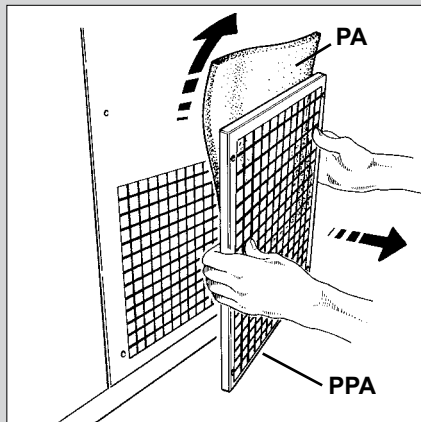

Рис. 41
- Извлеките сетку фильтра **PPA** и сам фильтрующий элемент **PA** (рис. 41)